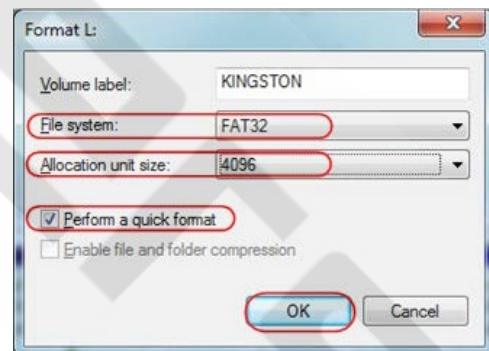

Рисунок 4.4. Настройки форматирования USB-накопителя
- 5) В открывшемся диалоговом окне выберите файловую систему FAT32, установите размер единичного блока выделения на значение 4096, установите галочку на опции «Быстрое форматирование» (**Perform a quick format**). Нажмите кнопку **OK** и в открывшемся диалоговом окне щелкните по кнопке «Да» (**Yes**) (рисунок 4.4).